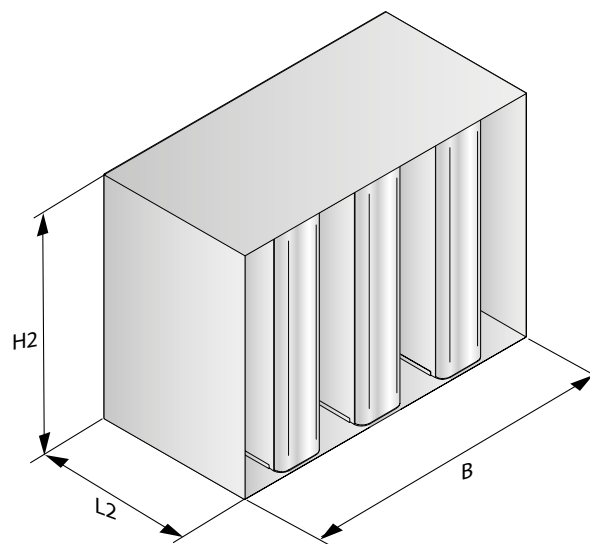

Figure 7. Schéma dimensionnel, kit de répartiteur CANTO
\* La taille du module doit être divisible à parts égales avec la largeur de la gaine (B), voir la Figure 7.